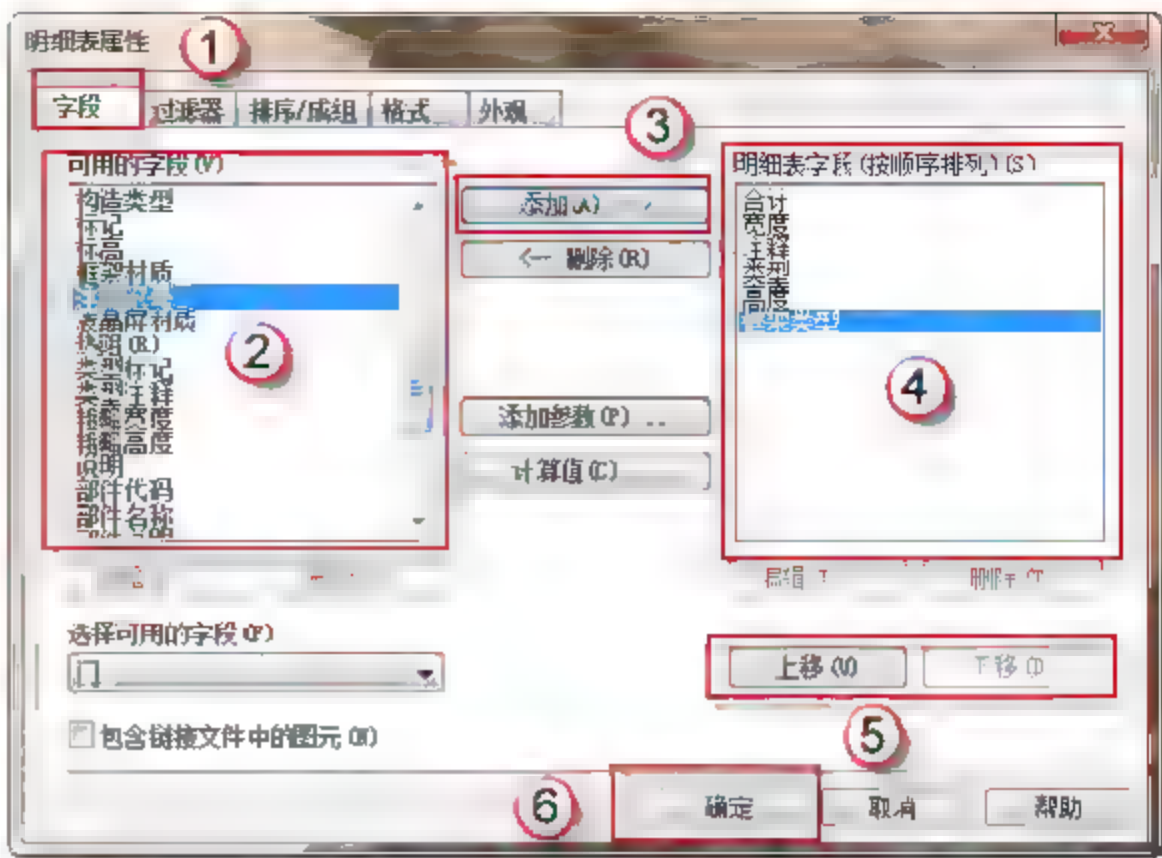

图 13.3.3 “字段”选项卡
(3) 设置新建明细表字段。在“明细表属性”对话框的“字段”选项卡中，“可用的字段”列表框中显示的是门对象类别中所有可以在明细表中显示的实例参数和类型参数，依次在列表框中选择类型、宽度、高度、注释、合计和框架类型参数，单击“添加”按钮，添加到右侧的“明细表字段”列表框中。在“明细表字段”列表框中选择各参数，单击“上移”按钮或“下移”按钮，按图 13.3.3 中所示顺序调节字段顺序，该列表框中从上至下顺